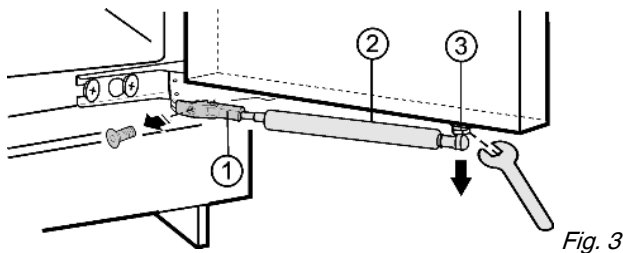

Fig. 3
- ▶ Halterung Fig. 3 (1) abschrauben.
- ▶ Kugelzapfen Fig. 3 (3) zusammen mit dem Schließdämpfer Fig. 3 (2) von der Tür abschrauben und beiseite legen.